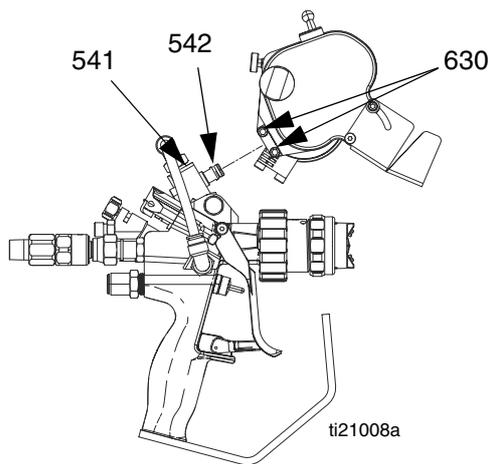

FIG. 3
- a. Si cela est nécessaire, utilisez une clé à molette pour régler le pivot (541) de sorte qu'il soit parallèle à la partie avant du pistolet et que l'extrémité ouverte soit orientée vers l'avant du pistolet. Voir la FIG. 3.
- b. Retirez les vis (630). Voir la FIG. 3.
REMARQUE : assurez-vous que le joint torique (542) soit correctement engagé dans le système de découpe. Assurez-vous également qu'il n'y ait pas de fuite excessive d'air car cela réduirait grandement les performances du moteur pneumatique. Voir la FIG. 3.
- d. Serrez les vis (630) pour verrouiller le système de découpe en place.